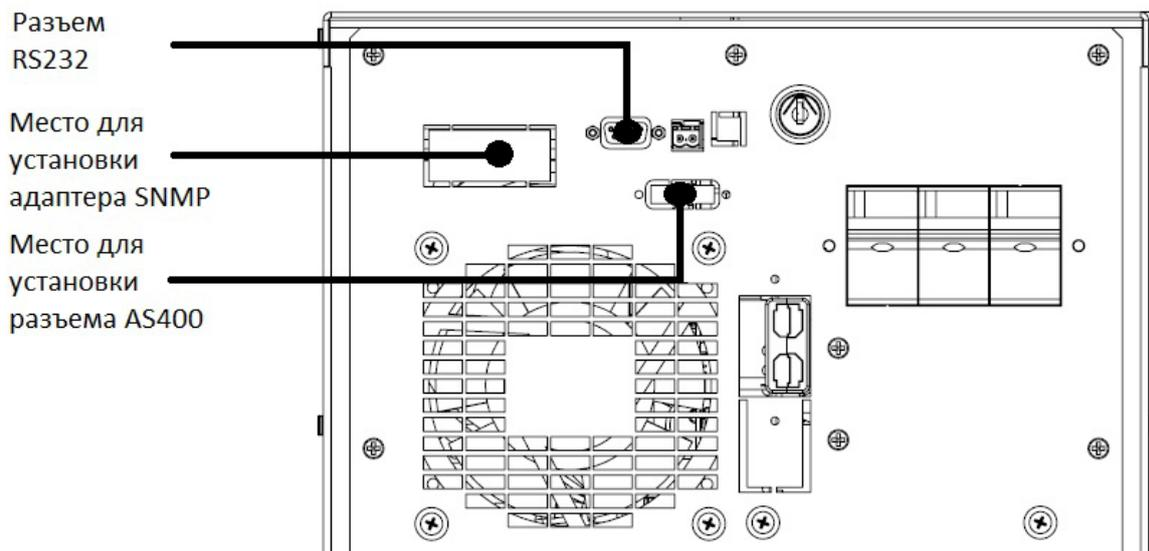

Рисунок 8 – Интерфейсы Trio TT
- 3) Удалить заднюю заглушку для установки платы SNMP (расположение заглушки на рис. 8)
- 2) Удалить заднюю заглушку для установки платы AS400 (расположение заглушки на рис. 8)